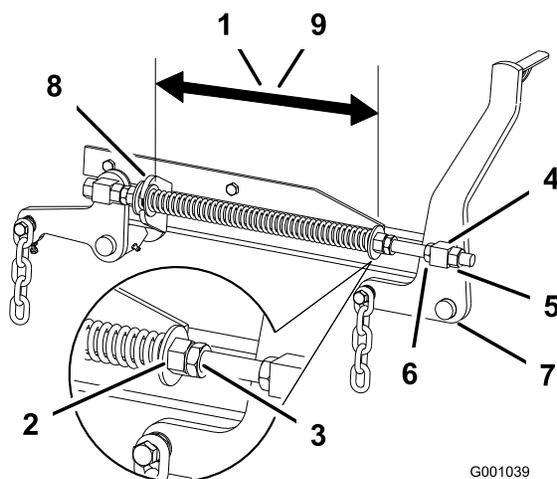

Figura 83
2. Compruebe la distancia entre las dos arandelas grandes, que debe ser de 28,2 cm para plataformas de cortacésped de 132 cm, o 26,7 cm para plataformas de cortacésped de 152 cm (Figura 83).
3. Ajuste esta distancia aflojando la contratuerca elástica y girando la tuerca que está delante de cada muelle (Figura 83). Gire la tuerca en el sentido de las agujas del reloj para acortar el muelle y en el sentido contrario a las agujas del reloj para alargar el muelle.
4. Fije la tuerca en la posición deseada apretando la contratuerca elástica (Figura 83).